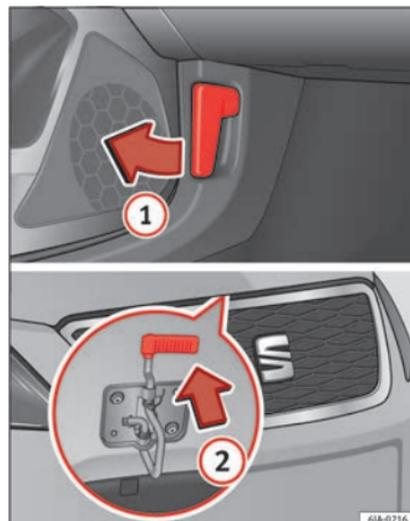

Fig. 204 Desbloqueo del capó del motor.
- Tire de la palanca **1** »» **fig. 204** que se encuentra bajo el tablero de instrumentos en el sentido que indica la flecha.
- Tire de la palanca de seguridad en la dirección de la flecha **2** »» **fig. 204**, el capó se desbloquea.